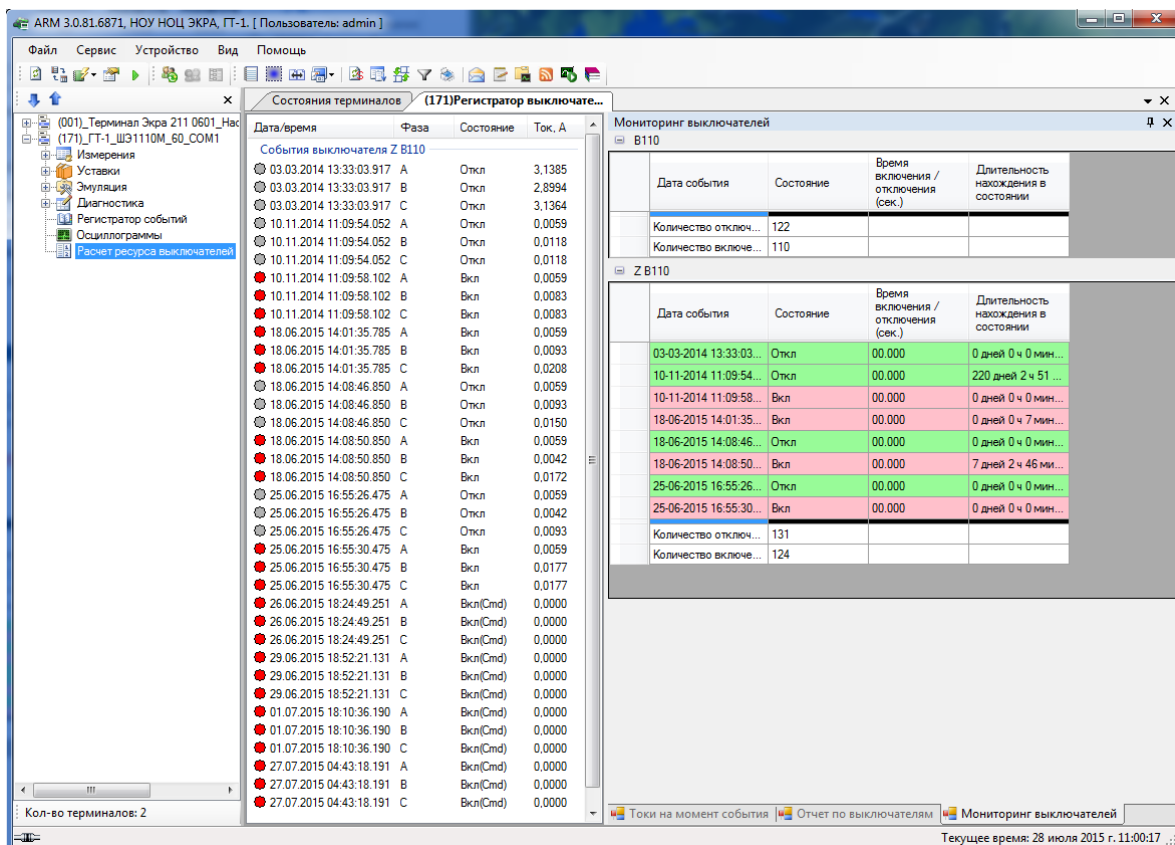

Рисунок 2.65
– Мониторинг выключателей – отображает временные параметры выключателей (см. рисунок 2.65).